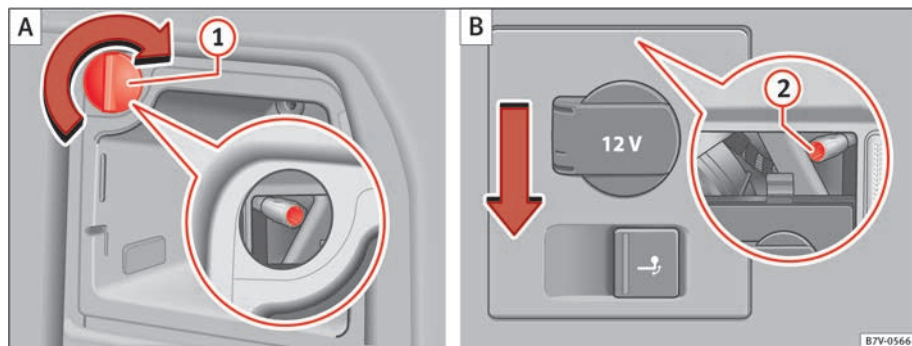

Abb. 211 Seitlich im Gepäckraum: Rückleuchte links und rechts ausbauen. ① Abdeckkappe abziehen, ② Befestigungsschraube.
4.	Abdeckkappe → Abb. 211 ① um 90° in Pfeilrichtung drehen und abziehen.
5.	Befestigungsschraube → Abb. 211 ② mit dem Schraubendreher aus dem Bordwerkzeug herausdrehen → Seite 333. Die Schraube bleibt gesichert in ihrer Position.